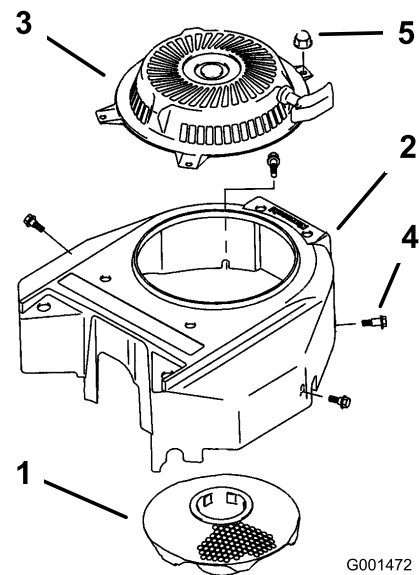

Figure 38
3. Déposez la grille d'entrée d'air, le lanceur et le carter du ventilateur (Figure 38).
5. Remettez la grille d'entrée d'air, le lanceur et le carter du ventilateur (Figure 38).